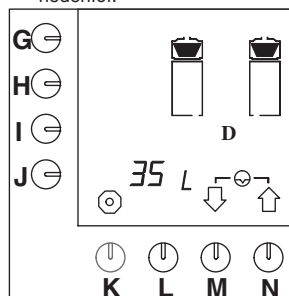

Fig. 54 Nullstilling av kaffetraktesystemets tellefunksjon pr. dag
- Trykk på valgtasten (M.)↓ inntil fig.54 vises på displayet.